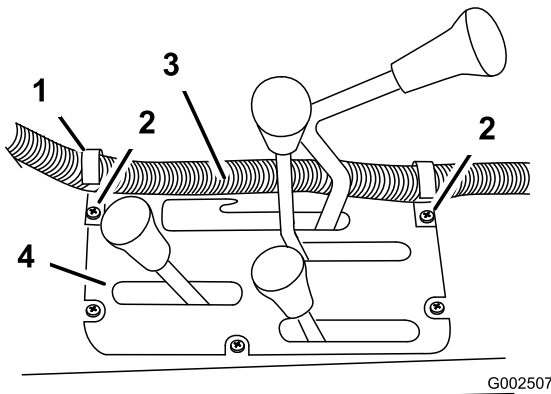

図 25
- 6. 既存のネジを使って、Jクリップ 2 個をセンター・コンソールに図 25 のように取り付ける。